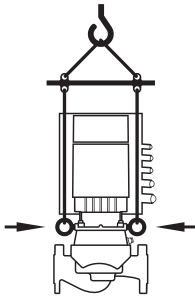

Fig. 8: Транспортування насоса
- Транспортувати насос потрібно за допомогою призначених для цього вантажозахоплювальних засобів (напр., талі, кран і т. ін.). Їх слід закріпити до спеціальних транспортних вушок на фланці двигуна (Fig. 8, тут зображено: Напряв підіймання за вертикально розміщеного вала двигуна).